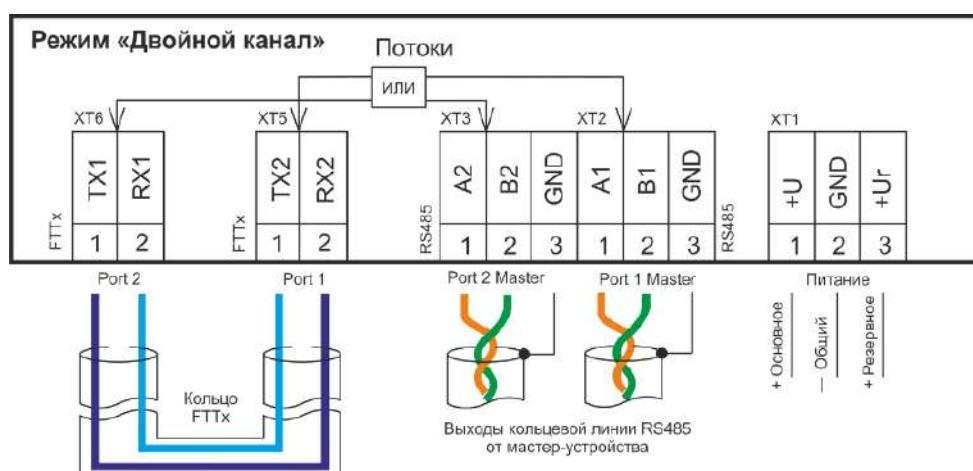

Рисунок 91. Использование RS485/FTTx-S-SC в режиме «Двойной канал»
- Режим «двойной канал» (рисунок 91) предназначен для формирования основной и резервной (кольцевой) оптоволоконной линии связи от мастер-устройств с двумя выходными портами RS485, имеющими возможность осуществлять контроль линии RS485 на обрыв (ОЛС ВПУ-А24/700 и аналогичные).